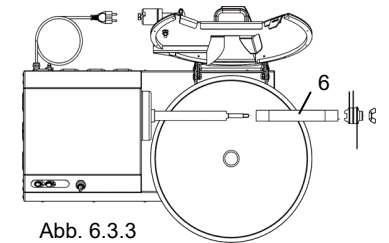

Abb. 6.3.3
- Wanne entgegen Uhrzeigersinn drehen 5 Abb. 6.3.3, damit diese aus ihrem Sitz genommen werden kann.
- Nach erfolgter Ausführung des Arbeitsgangs gemäß Beschreibung in Abs. 6.4 das Rohr, Bez. 6 - Abb. 6.3.3, herausziehen; dabei darauf achten, dass es keinen Stößen ausgesetzt ist, die das Rohr unrund machen oder die Kante beschädigen könnten.